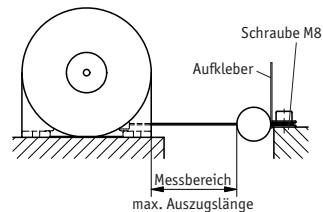

Abb. 2: Messbereich
- Seilende mit z. B. einer Schraube M8 befestigen (Abb. 2).
Der am Seilende hängende Aufkleber ist am Seilbefestigungsort sichtbar anzubringen (Abb. 2).